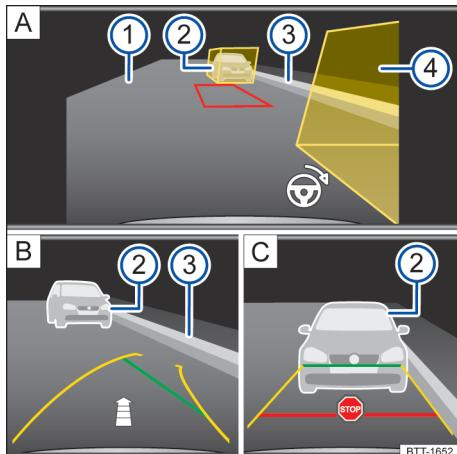

Fig. 161 Exibição no display no sistema Infotainment: câmera de marcha a ré.
Legenda para → Fig. 161:
- Posicionar o veículo a uma distância de aproximadamente um metro paralelamente à fila de estacionamento. Os boxes auxiliares amarelos devem cobrir os obstáculos → Fig. 161 [A] (2) ou (4). A área situada no meio deve estar livre de obstáculos.
- Engatar a marcha a ré. Uma borda vermelha representa a posição alvo do veículo → Fig. 161 [A].
- Girar o volante até que a borda vermelha avance entre os boxes auxiliares e se torne verde → Fig. 161 [A]. Manter o volante nesta posição durante a condução em marcha a ré.
- Conduzir lentamente em marcha a ré até surgir o sinal de parar ou a linha verde coincidir com os limites laterais da vaga de estacionamento → Fig. 161 [C]. Uma seta → Fig. 161 [B] indica o percurso ainda a ser percorrido, conforme o número dos segmentos representados.